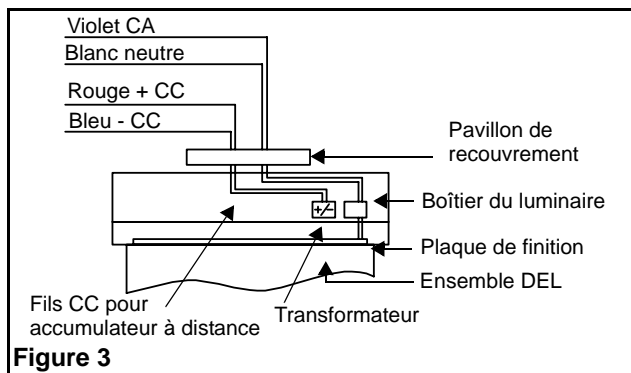

Figure 3
Se rapporter au câblage CA et CC de la figure 3. Pour la portion CC: enfiler le fil rouge (+) à la tension d'entrée CC positive et le fil bleu (-) à la tension d'entrée CC négative. Note: la plage de tension d'arrivée CC est de 6 à 48 v.
10. Effectuer les connexions nécessaires. Notre système peut recevoir un courant de 120 VCA ou 347 VCA. Raccorder le fil violet (CA) et le fil blanc (neutre) au service de l'édifice (voir fig. 3). Pousser les fils dans la boîte de jonction.